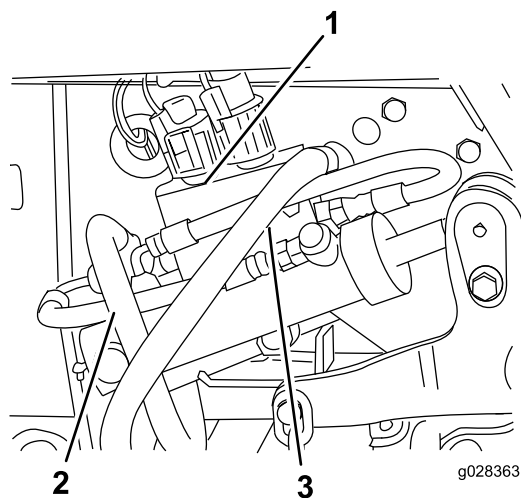

Figura 88
44. Disponete e collegate i flessibili della pressione idraulica e del serbatoio alla valvola (Figura 88).